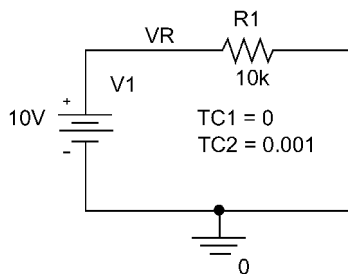

图 15.9 对电阻添加二次温度系数
6. 如图 15.9 所示，线性温度系数 TC1 设置为 0，二次温度系数 TC2 设置为 0.001，重新对电路运行仿真分析。通过对上次显示波形进行保存和读取，可以在下次仿真时直接显示该波形，而不必重复输入曲线表达式。